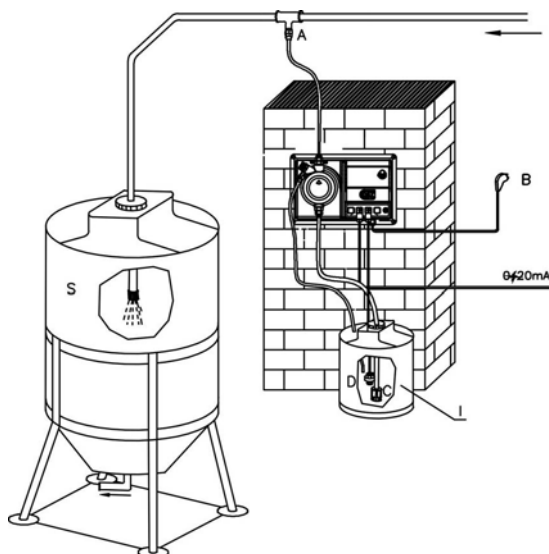

Fig. 14
6.2-ESQUEMA TÍPICO DE INSTALACIÓN (fig.14)